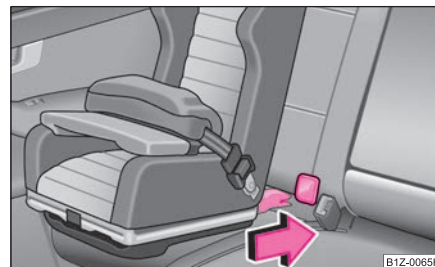

Fig. 182 El asiento ISOFIX se introduce en los conos de alojamiento montados
- Introduzca los brazos de enclavamiento del asiento infantil, por encima de los conos de alojamiento montados, en las argollas de sujeción hasta que el asiento infantil encastre de forma audible ⇒ página 183, fig. 182.